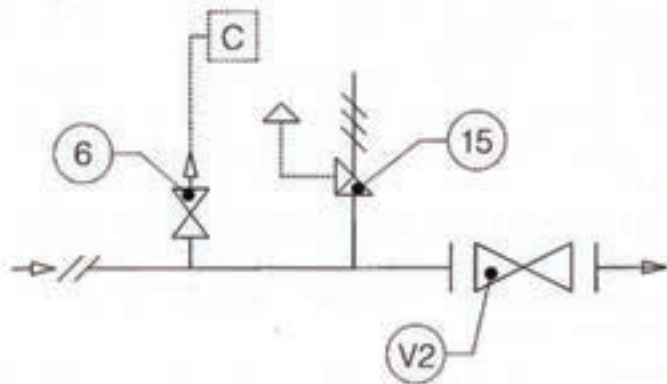

Fig. 5
**3.1.1 INSTALLAZIONE DIRETTA SULLA LINEA (Fig. 5)**
**3.1.1 DIRECT INSTALLATION ON THE LINE (Fig. 5)**